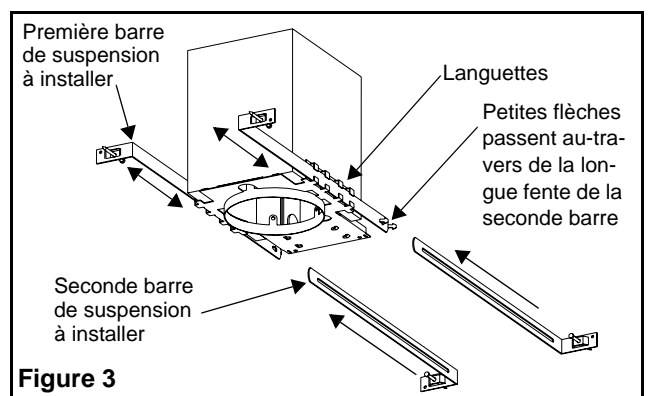

Figure 3
- a. Glisser les barres de suspension entre les languettes du boîtier (voir fig. 3). De chaque côté, d'abord insérer la barre comportant deux petites flèches à son extrémité, faisant face vers l'extérieur. Ensuite, glisser la barre avec une longue fente par-dessus la première, laissant passer les petites flèches au travers de la longue fente. Placer le
- b. Glisser les barres de suspension entre les languettes du boîtier (voir fig 3). De chaque côté, d'abord insérer la barre comportant deux petites flèches à son extrémité, faisant face vers l'extérieur. Ensuite, glisser la barre avec une longue fente par-dessus la première, laissant passer les petites flèches au travers de la longue fente. Placer l'assemblage sur la structure qui supporte les tuiles de plafond suspendu ("T" bars).